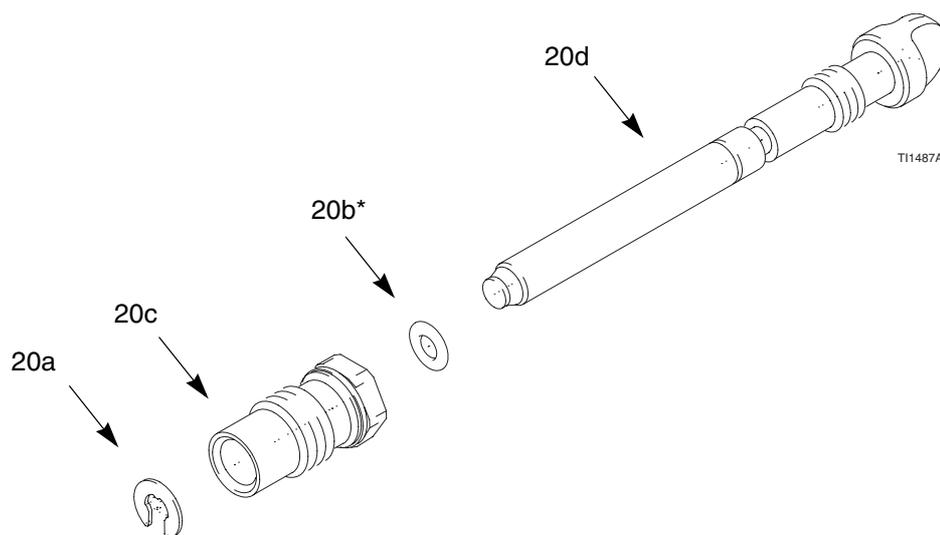

Fig. 16. Vanne de réglage du jet d'air
3. Démonter la bague de fixation (20a). Voir Fig. 16.